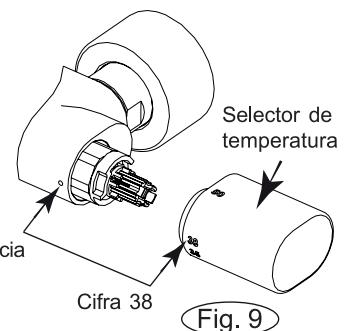

Fig. 9
- Install the temperature handle (without turning the spindle) lining the number 38 with the mark (fig.9).
- Volver a montar el selector de temperatura (sin girar el eje) alineando la cifra 38 con la referencia (fig. 9).
- Remontar o selector de temperatura (sem dar voltas ao eixo) alinhando a cifra 38 com o sinal (fig. 9).